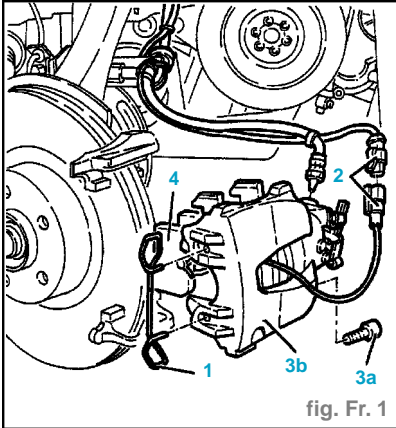

fig. Fr. 1
- Déposer le ressort (1) de fixation des pinces de freins avant aux étriers (fig. Fr. 1).
- Déposer le ressort (1) de fixation de la pince de freins à l'étrier (fig. Fr. 1).
- Déconnecter le raccord électrique (2) du câble de l'usure des patins de freins.